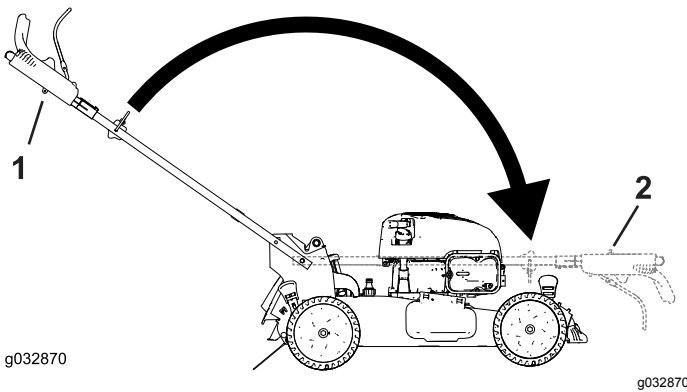

Bild 28
1. Griffhandrad (2) 2. Schlossschraube (2)
2. Klappen Sie den Griff ein, indem Sie ihn ganz nach vorne drehen (**Bild 28**).